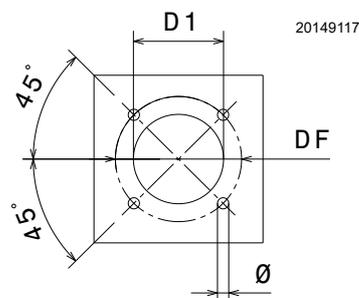

Fig. 14
Percer la plaque de fermeture de la chambre de combustion comme indiqué dans la Fig. 14. La position des trous filetés peut être tracée en utilisant l'écran isolant fourni avec le brûleur.
- Introduire le brûleur entier sur le trou de la chaudière, réalisé auparavant (Fig. 14), et fixer avec les vis fournies en dotation.